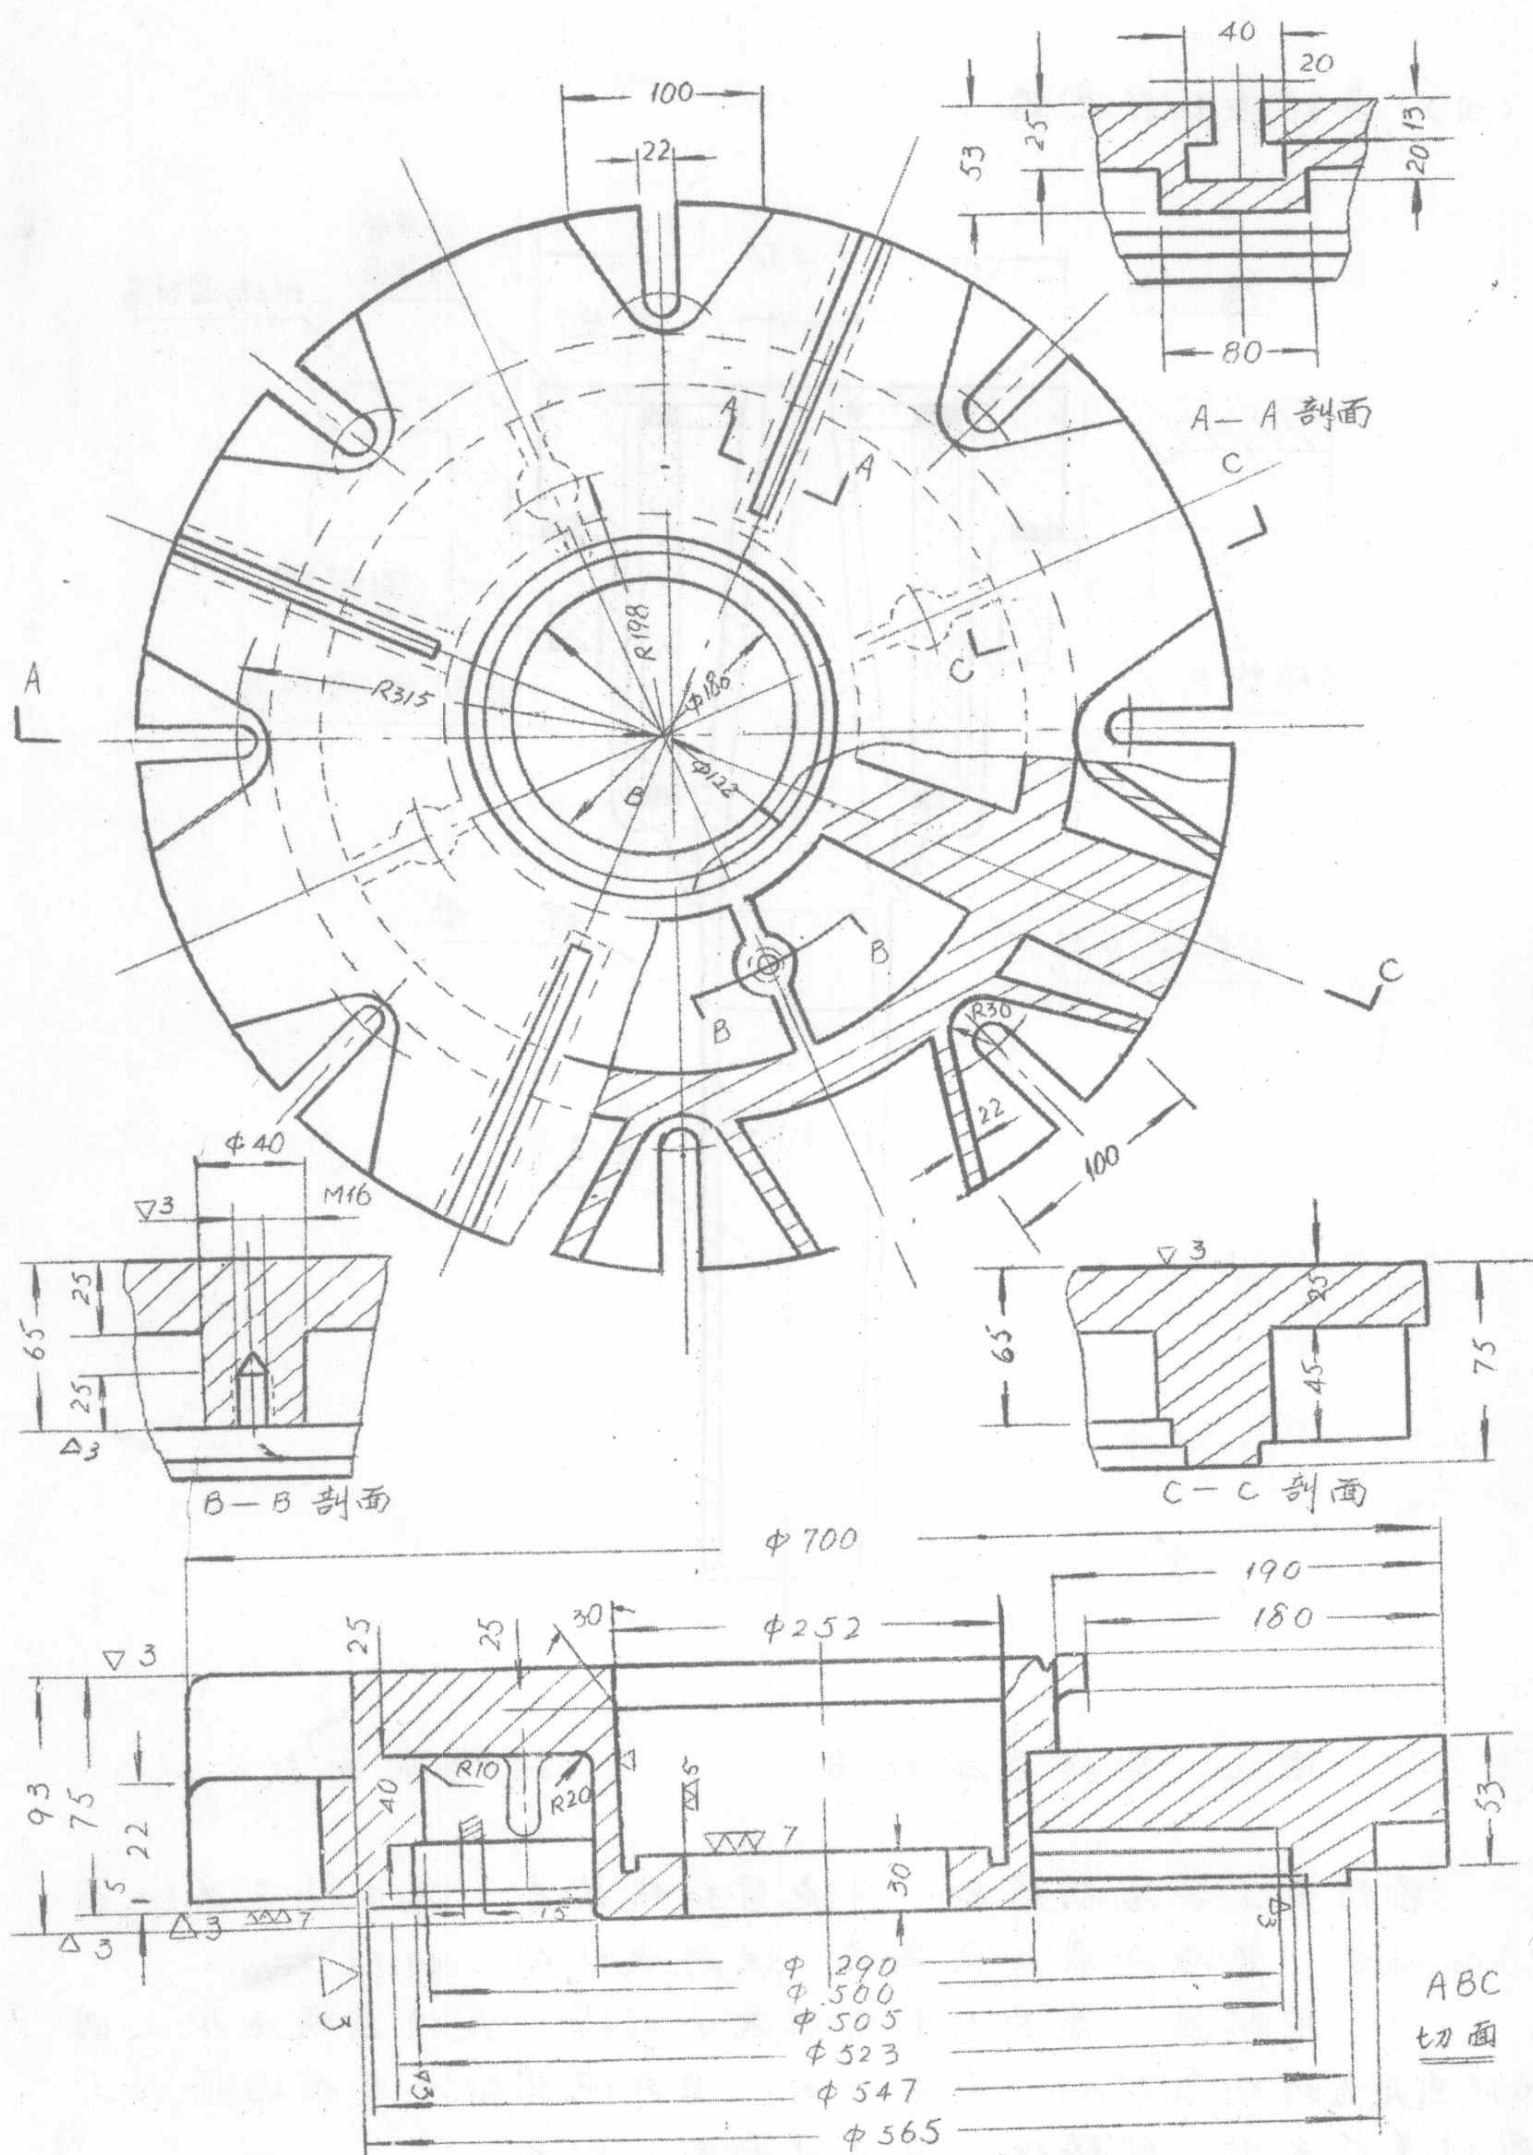

图 11 密封盖结构
1. 密封盖：盖面上面有四条 T 形槽，是供紧模压板之用的下面是与坩埚密封的，要求加工，与升液管配合平面也须加工。密封盖可采用一般铸铁，其尺寸如图 11 所示。